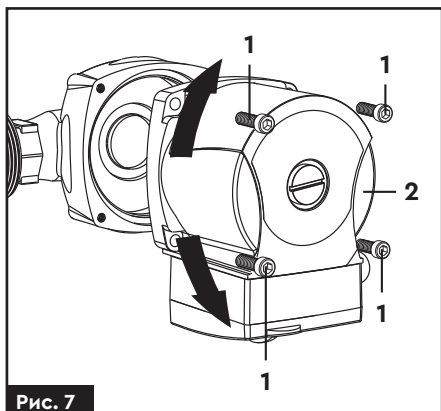

Рис. 7
Зміна розташування блоку управління (рис. 7)
2. Послабте і відкрутіть 4 фіксуючі шестигранні болти (1) (рис. 7) з корпусу насоса.
3. Поверніть статор електродвигуна (2) (рис. 7) до бажаного положення.
4. Встановіть 4 шестиграних болта (1) (рис. 7) і надійно затягніть їх, обходячи по поперечному напрямку.